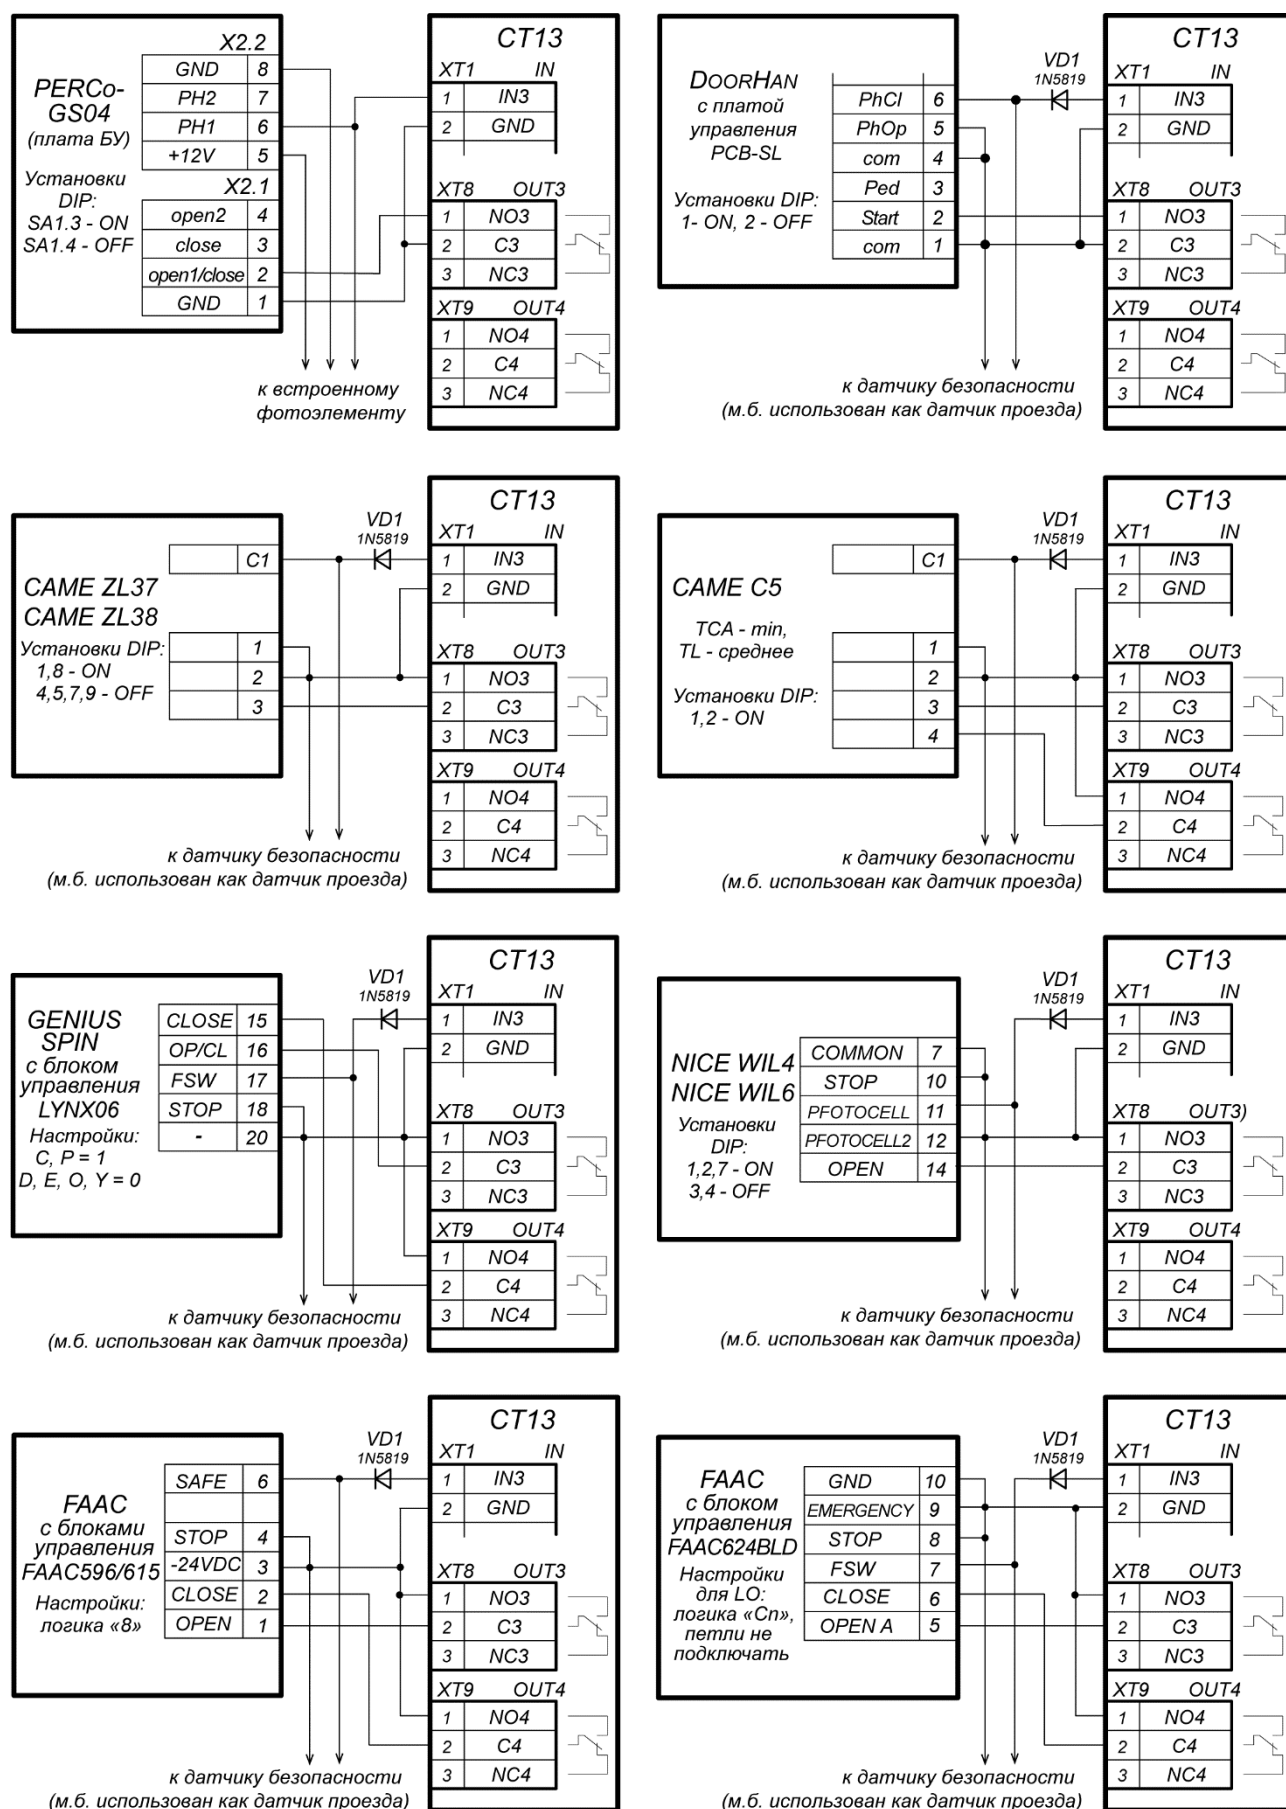

Рисунок 19. Примеры схем подключения шлагбаумов к контроллеру АТП
2. Типовые схемы подключения ИУ АТП представлены на рис. 19.